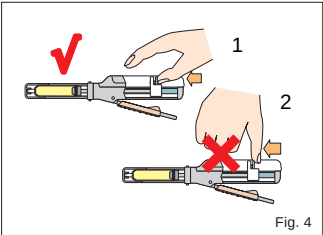

Fig. 4
c) Dopo aver caricato la cartuccia far scorrere in avanti la leva di rilascio finché non si arresta. (Fig. 4)
- Después de cargar el cartucho, deslice la palanca de liberación hacia delante hasta que se detenga. (Fig. 4)